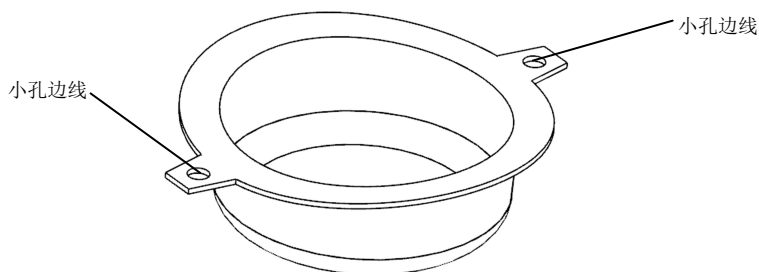

图 2-4 选取小孔的边线
(12) 按住鼠标中键，翻转零件后，选取小孔的边线，如图 2-4 所示。